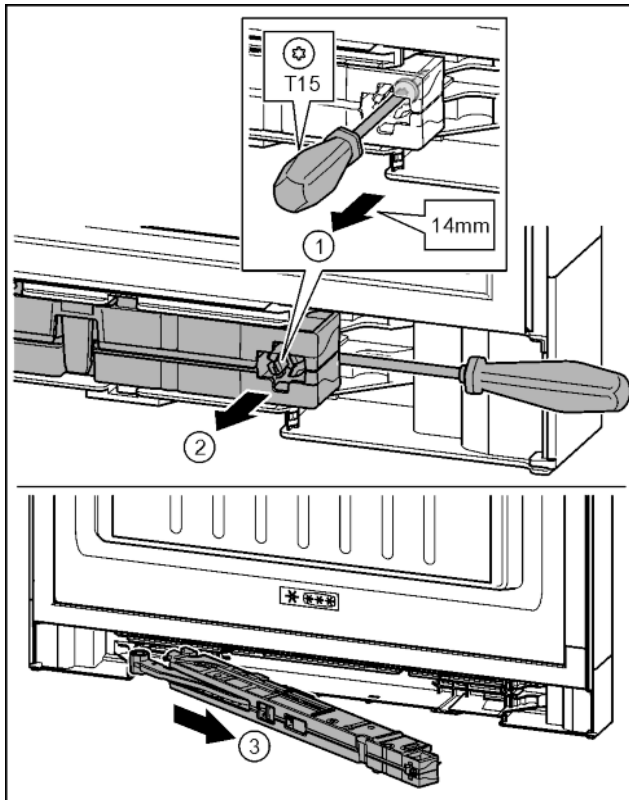

Fig. 21
- ▶ Ослабить винт на узле амортизатора с помощью отвертки T15 примерно на 14 мм. Fig. 21 (1)
- ▶ Переместить отвертку со стороны ручки за узел амортизатора. Повернуть узел вперед. Fig. 21 (2)
- ▶ Вытащить узел амортизатора. Fig. 21 (3)